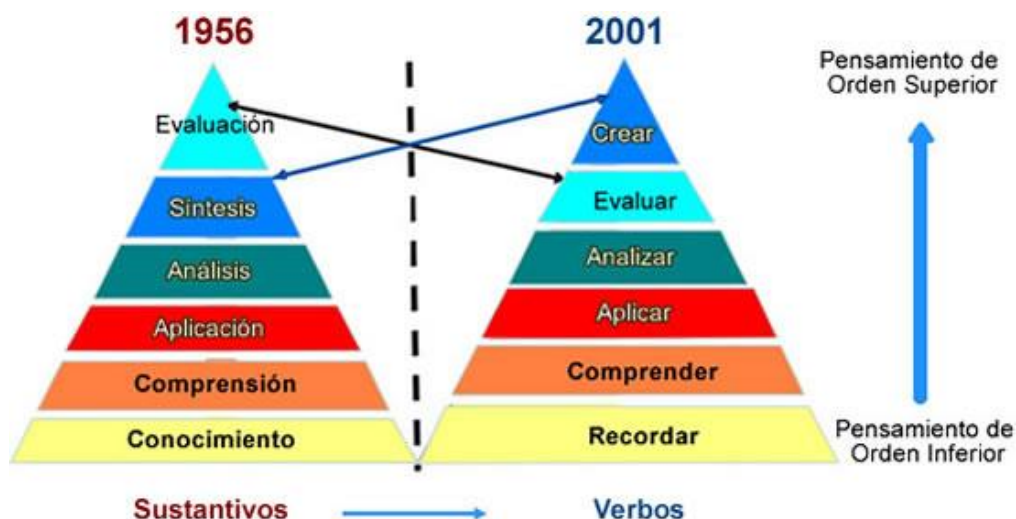

Figura 6. Taxonomía Revisada de Bloom²¹
*“Un enfoque de aprendizaje es la ruta preferente que sigue un individuo en el momento de enfrentar una demanda académica en el ámbito educativo; está mediado por la motivación del sujeto que aprende y por las estrategias usadas.”*¹⁶ En cambio, desde el punto de vista del docente, el **enfoque de enseñanza** se caracteriza por las intenciones y estrategias (Figura 6) empleadas para el desarrollo de los temas de la asignatura. Física III se imparte siguiendo tres enfoques combinados (Soler, Cárdenas y Hernández-Pina, 2018):
La metodología de enseñanza (incluida, la metodología de evaluación) se desarrolla guiada por los objetivos y resultados de aprendizaje (OA/RA), lo cuales están estructurados de acuerdo con la taxonomía cognitiva de Bloom (1956), revisada por Anderson y Krathwohl (2001)²⁰. (Figura 6)